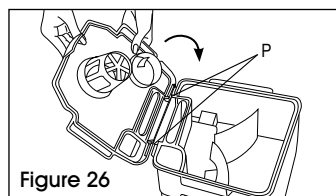

Figure 26
3. Le couvercle se referme avec des charnières. Placez l'avant du couvercle sous les pattes (P) situées à l'avant du réservoir. Abaissez le couvercle sur le réservoir. Assurez-vous que le couvercle est bien en place de tous les côtés avant de placer le réservoir sur l'aspirateur. Pour une aspiration optimale, le couvercle du réservoir de récupération doit impérativement être correctement fixé avant le nettoyage. (Voir Figure 26)